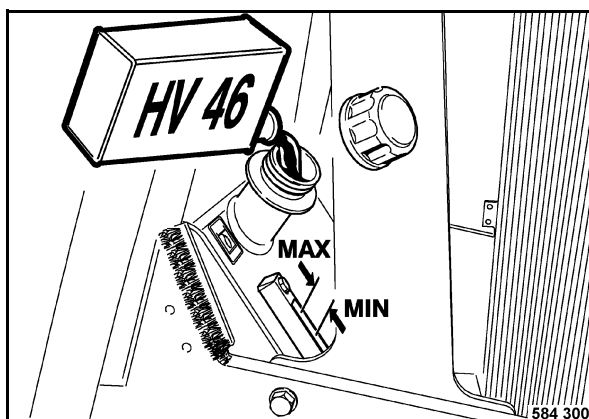

Fig. 109
- Comprobar el nivel del aceite por en cristal de observación (Fig. 109) en el depósito hidráulico.